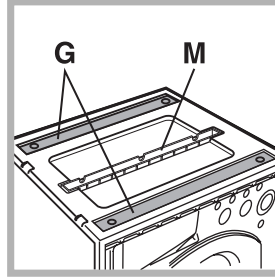

Abb. 10
**Beiliegendes Zubehör zur Höhenregulierung.** Im Polystyroldeckel (*Abb. 10*) befinden sich folgende Teile: